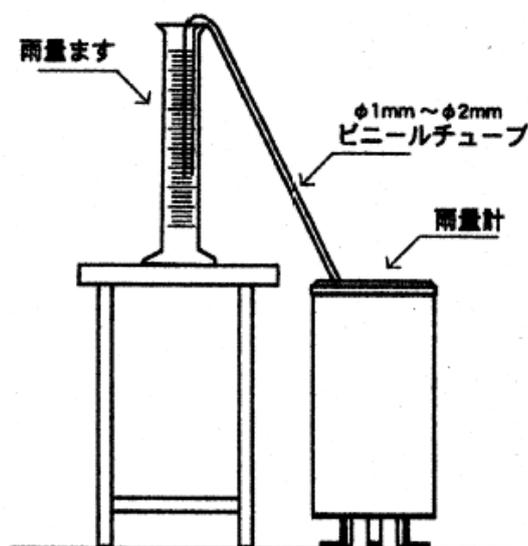

図 4-1
1. 正確に10mm(314cc)の水を入れた雨量ますから、ビニールチューブ(φ1mm~φ2mm)を用い、図4-1のようにして本製品へ注水します。
- ①1転倒雨量が0.5mmの機器の場合